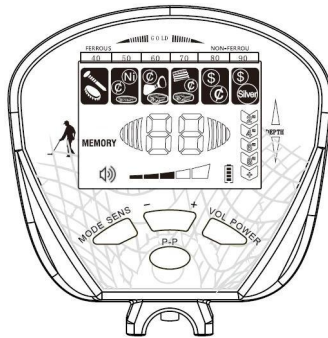

Figura 12
5. Prueba de modo de MEMORIA Presionar el botón MODO de nuevo, se ilumina el cursor MEMORIA. Se iluminan todos los cursores de reconocer del objetivo. (Ver figura 12)
e) Si quiere buscar otro metal de diferente material, presionar de nuevo el botón MODO, el cursor MEMORIA mantiene iluminado, y demuestra lo de figura 12. Repetir las operaciones arriba mencionadas para buscar otros metales.
f) Para salir del modo MEMORIA, puede presionar el botón MODO, y la sonda regresa al estado de figura 12, presionar de nuevo el botón MODO, se sale del modo MEMORIA y entra en el siguiente modo de trabajo.